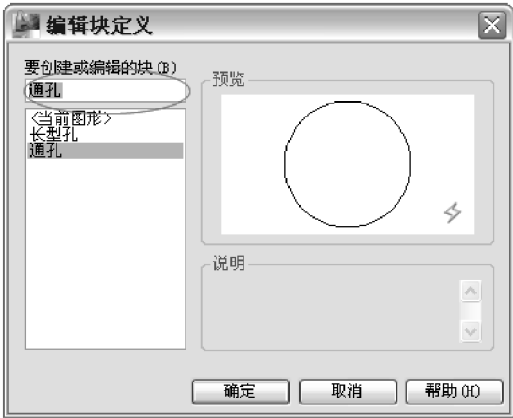

图 9-30 【编辑块定义】对话框
1) 单击【标准】工具栏 | 【块编辑器】按钮，或在命令行中执行“BEDIT”命令，或者用鼠标左键双击“通孔”块，系统弹出【块编辑定义】对话框，选择要创建或编辑的块为“通孔”，如图 9-30 所示。